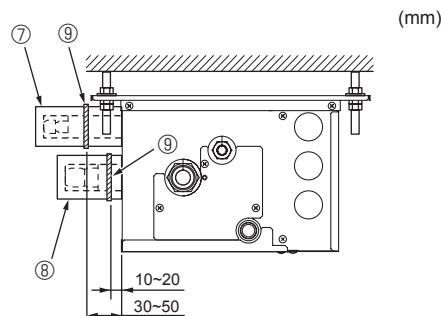

Fig. 7-5
► Appliquer les procédures suivantes aux composants du boîtier de dérivation qui ne sont pas raccordés à un appareil intérieur. (Fig. 7-5)
- (1) Afin d'éviter toute fuite de réfrigérant, veiller à serrer les raccords coniques conformément aux couples de serrage indiqués\* dans le Tableau 3.